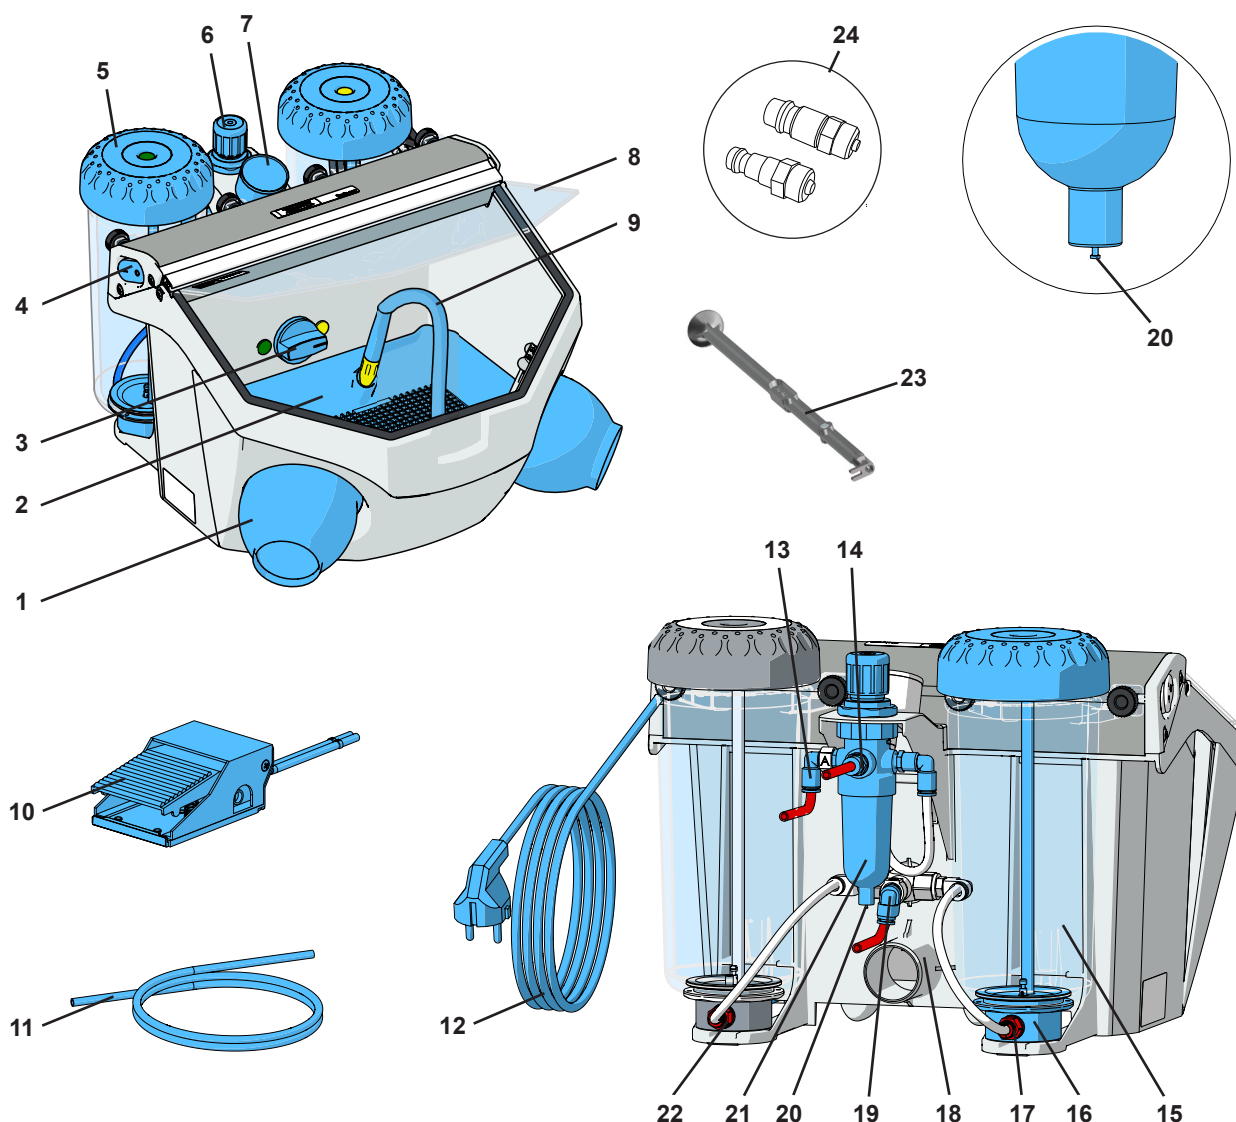

рис. 1
- ⇒ Размотайте сетевой кабель (12, рис. 1).
⇒ Нажать педаль (10, рис.1) betätigen.